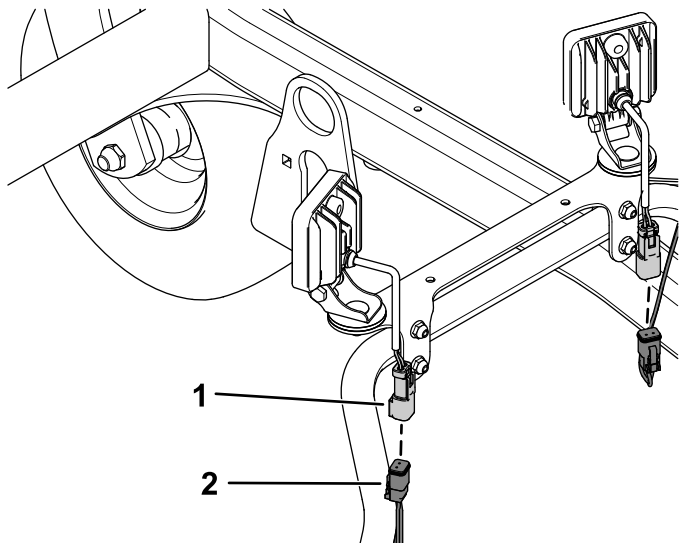

Figura 3
1. Inserite i 2 connettori nei fari LED della parte anteriore della macchina (Figura 3).